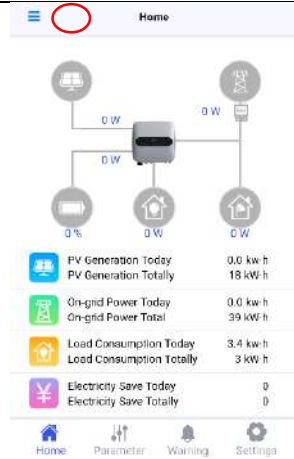

Figure 3-2
a. Appuyez sur le bas en haut à gauche de l'écran, entrez dans la barre latérale APP (Figure 3-2) .